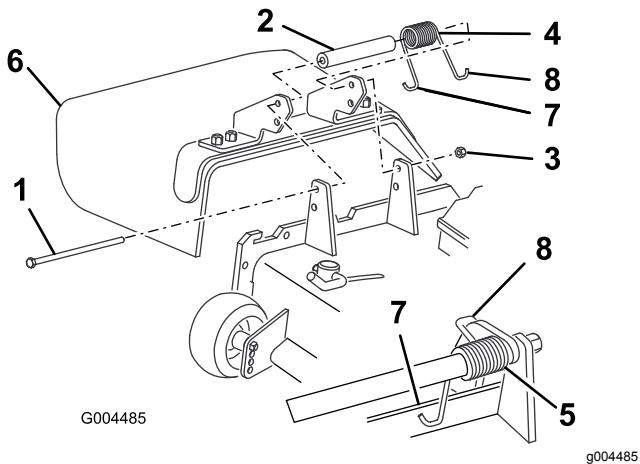

図 100
- デフレクタをピボットブラケットに固定しているロックナット、ボルト、スプリング、スペーサを外す(図 100)。
- 新しいデフレクタのブラケットの間にスペーサとスプリングを入れる図 100。
注 必ず、スプリングの左側J-フックをデッキエッジの後ろに引っ掛け、それからボルトを図 100 のように取り付けてください。
注 スプリングの右側のJ-フックの端部をデフレクタに引っ掛けてください図 100。